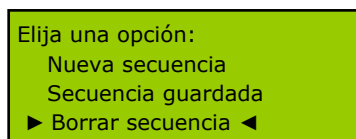

Figura 7.
- “*Borrar secuencia*” permite borrar la última secuencia de giros guardada. Para seleccionarla, coloque los cursores junto a esta opción como se muestra en la Figura 7 y pulse [ENTER].